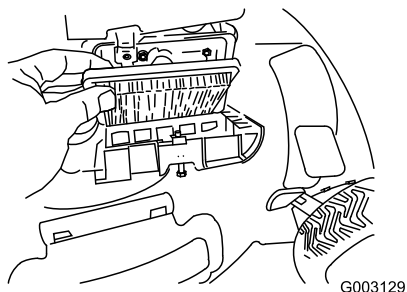

Figura 33
- Coloque la tapa (Figura 33).